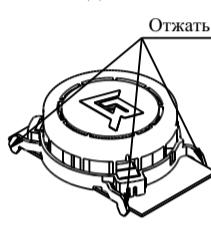

Рисунок 5
- b) отжать замки на дымовой камере (рисунок 5) и снять ее;